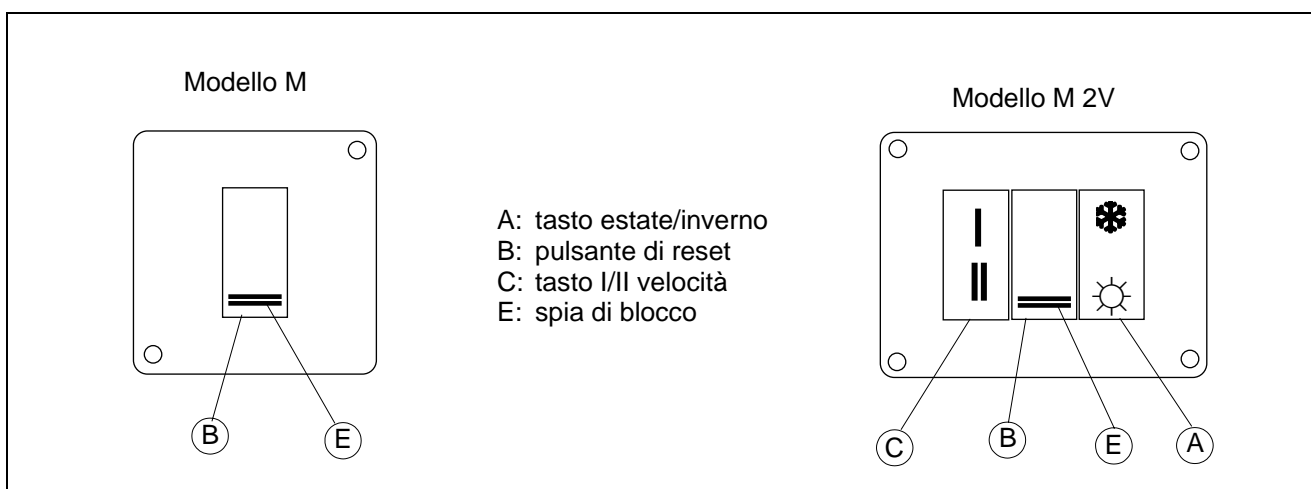

Figura 1 – COMANDO A TERRA
4. Nei modelli 2V premere il tasto A estate/inverno sulla posizione inverno (vedi Figura 1).
7. In caso contrario, la centralina di controllo manda in blocco l'apparecchio accendendo la spia rossa E di blocco sul pulsante B di reset (vedi Figura 1).
3. Per i **modelli M 2V** portare il tasto A sulla posizione estate; in questo modo si avvieranno i soli ventilatori. Per mezzo del tasto C è possibile far funzionare il ventilatore alla velocità massima (II) o alla velocità ridotta (I) (vedi Figura 1).